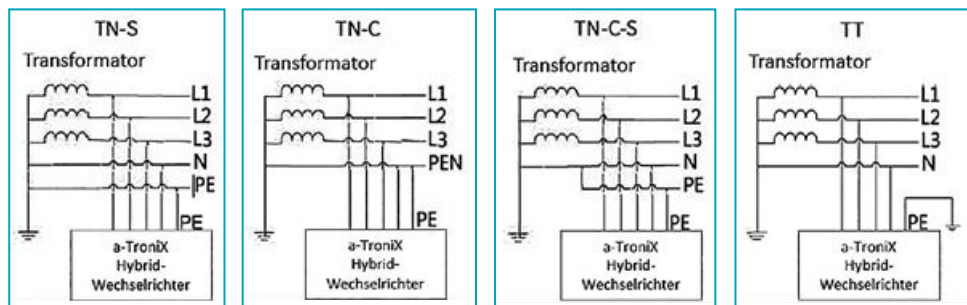

Abbildung 1.1
- Die anwendbaren Netztypen des a-TroniX Hybrid Wechselrichters sind TN-S, TN-C, TN-C-S und TT. Bei Verwendung des TT-Netzes sollte die Spannung zwischen N und PE weniger als 30 V betragen, siehe Abbildung 1.1: